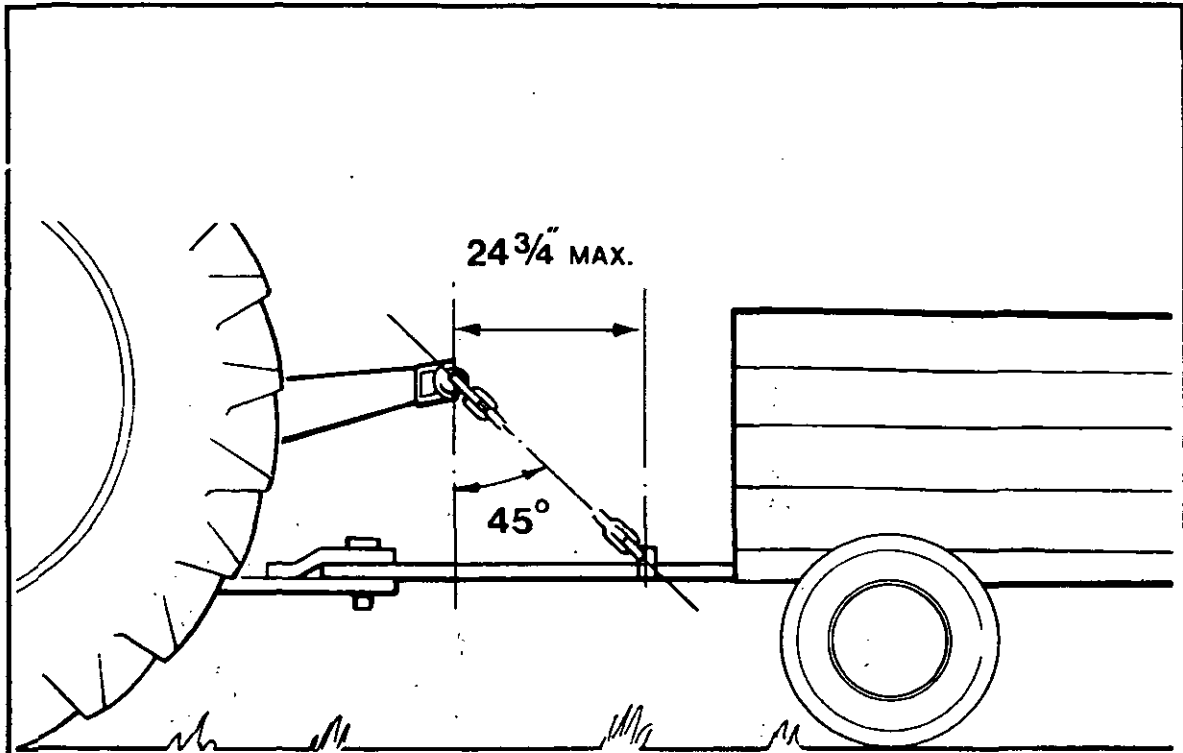

FIG. 35
**NOTE** — THE MAXIMUM CHAIN ANGLE SHOULD NOT EXCEED 45° (Fig. 35).